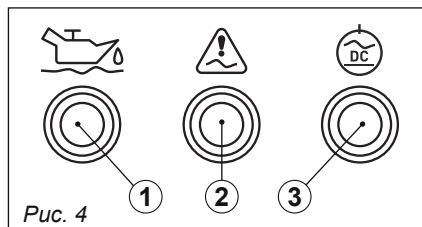

Рис. 4
- ① «СТАРТ» — при нажатии включится электрический стартер
- ② «АВТО» — автоматический режим работы подробнее в п. 8. «Эксплуатация».
- ③ «СТОП» — отключает работу генератора.
Индикатор низкого уровня масла (поз. ①, рис. 4)
(поз. ②, рис. 4)
Индикатор сети (поз. ③, рис. 4)